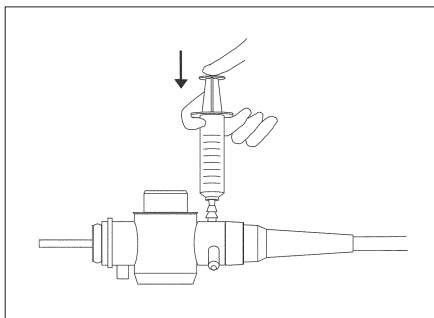

Рис. 3.14
2. Отсоедините аспирационную трубку и присоедините шприц, наполненный водопроводной водой к входу для аспирации эндоскопа (см. рис. 3.14).